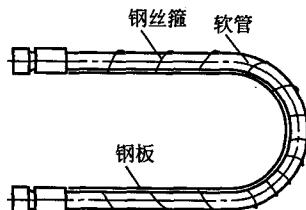

图 1-4 安装隔热板
⑤ 由于软管在高温下工作时寿命短，所以尽可能使软管安装在远离热源的地方，不得已时要装隔热板或隔热套，如图 1-4 所示。
⑥ 软管过长或承受急剧振动的情况下宜用夹子夹牢，但在高压下使用的软管应尽量少用夹子，因软管受压变形，在夹子处会产生摩擦能量损失。
⑦ 软管要以最短距离或沿设备的轮廓安装，并尽可能平行排列。
⑧ 必须保证软管、接头与所处的环境条件相容，环境包括：紫外线辐射、阳光、热、臭氧、潮湿、水、盐水、化学物质、空气污染物等可能导致软管性能降低或引起早期失效的因素。